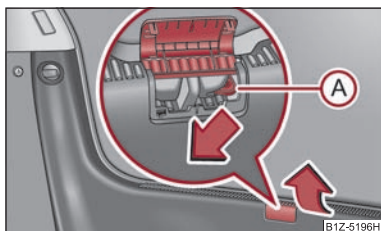

Fig. 30 Descuierea de urgență a capacului portbagajului
- Ridicați capacul de pe încuietoare ⇒ fig. 30.